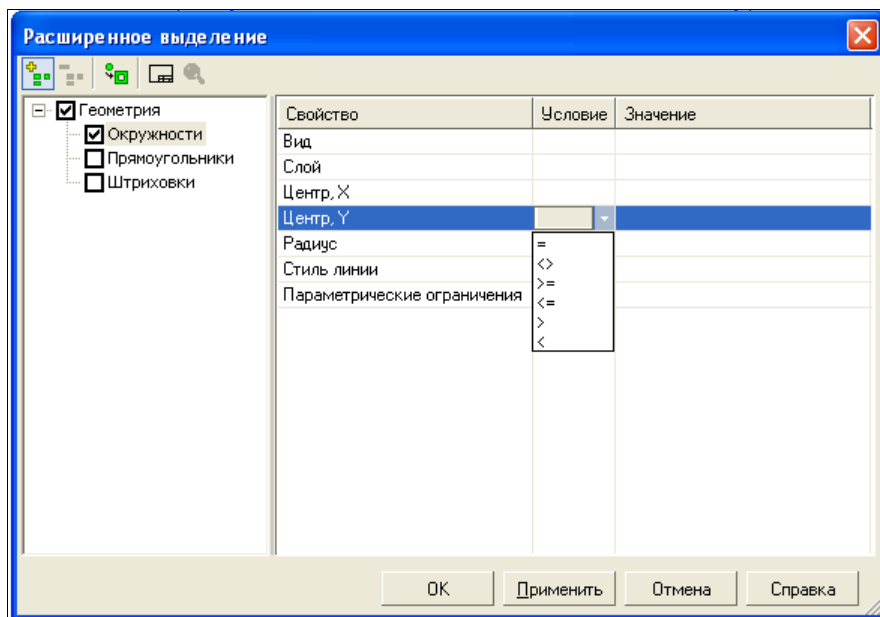

Рис. 8.8. Диалоговое окно **Расширенное выделение**
- ◆ нажмите кнопку **Выделить по свойствам**. На экране появляется диалоговое окно **Расширенное выделение** (рис. 8.8). Оно состоит из двух окон (дерева для выбора объектов и таблицы свойств) и инструментальной панели. Дерево объектов содержит корневой элемент **Геометрия**. Для раскрытия перечня типов единичных геометрических объектов, находящихся в открытом документе, щелкните по знаку "плюс". Установив "флажок" в окне перед наименованием, вы вклю-